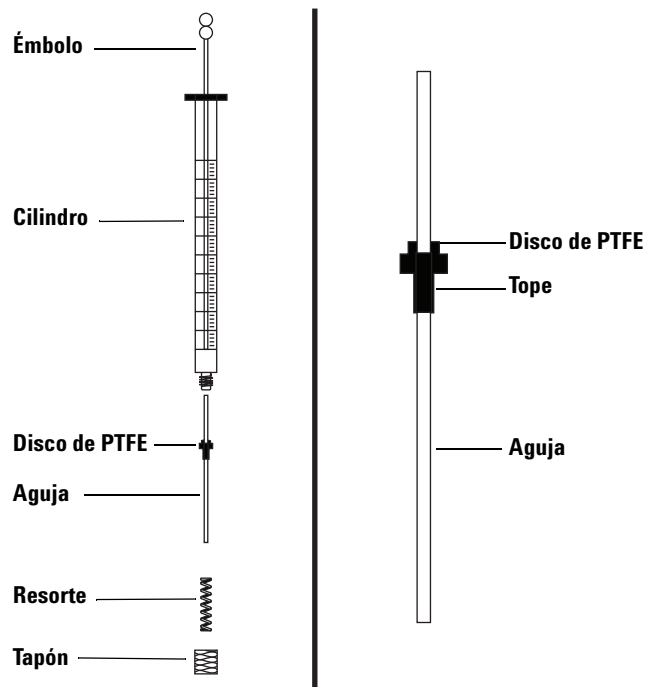

Figura 76 Piezas de la jeringa
Para insertar una aguja en el cilindro de la jeringa (Figura 76):
- 2 Asegúrese de que la aguja tenga un disco de PTFE (Figura 76). Si el cilindro de la jeringa no tiene el disco de PTFE, siga las instrucciones de la caja de la jeringa para envolver la aguja.